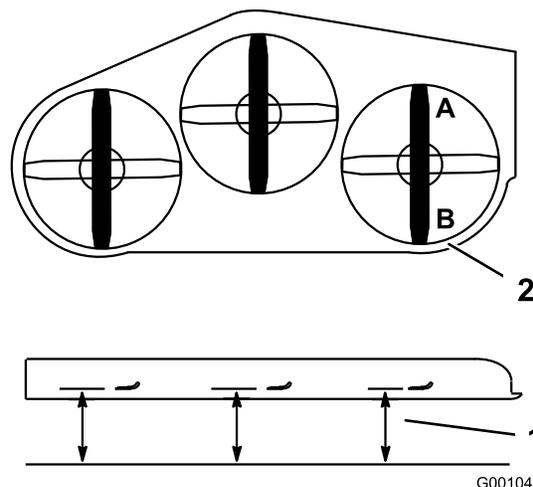

Рисунок 75
2. Расположите один нож в продольном направлении. Измерьте высоту в точках **А** и **В** от горизонтальной поверхности до режущей кромки на конце ножа (Рисунок 75).